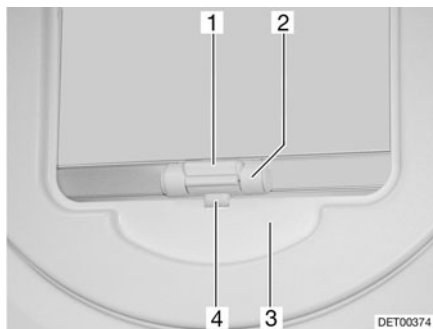

Fig. 27 Persiana oscurecedora enrollable
- Tirar la persiana oscurecedora enrollable hacia abajo con el tirador (Fig. 27,2) y hacerla engatillar.
- Tirar la persiana oscurecedora enrollable levemente hacia abajo con el tirador (Fig. 27,2) y presionar el listón de desbloqueo (Fig. 27,1) hacia fuera. El bloqueo (Fig. 27,4) se sale del alojamiento (Fig. 27,3).